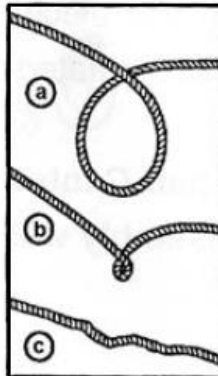

Abb. 8
- Achten Sie darauf, dass keine Knicke oder Schleifen im Drahtseil entstehen (Abb. 8). Da sonst das Seil ersetzt werden muss.